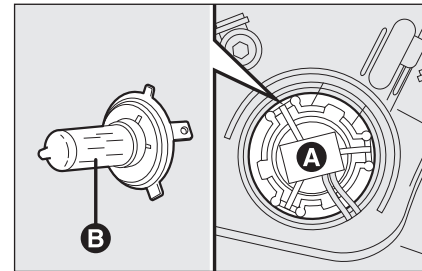

fig. 17
- appuyer sur le connecteur électrique central **A-fig. 17** et extraire tout le groupe ;